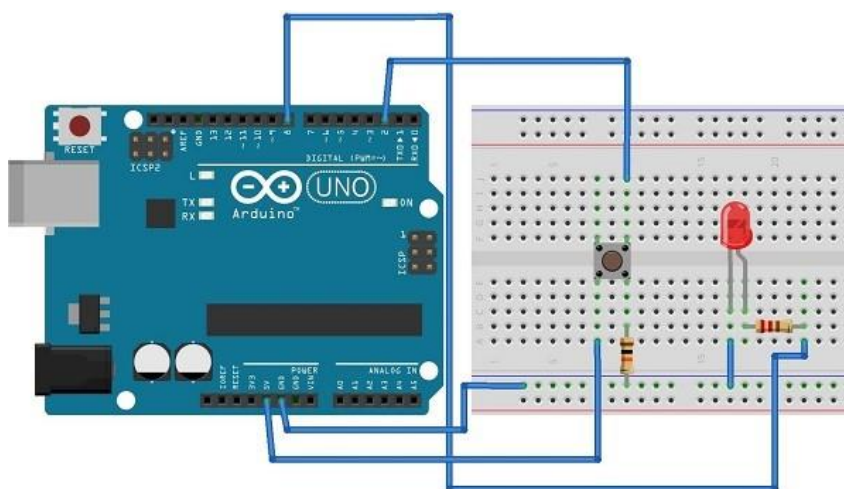

Рисунок 2.1 – Схема подключения электронных компонентов
1. Схема подключения компонентов, требуемых для решения задачи, показана на рис. 2.1.